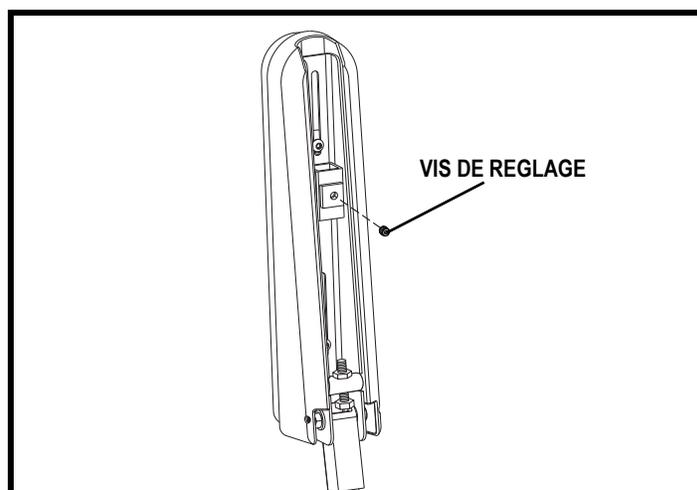

Figure 19. Dessous de l'accoudoir
2. Desserrez la vis de réglage sous l'accoudoir. **Voir la figure 19.**